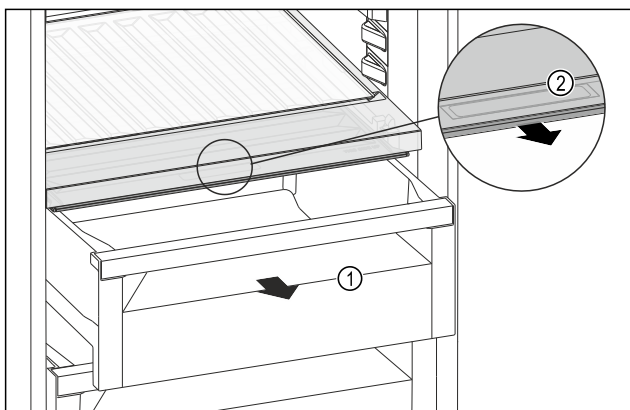

Fig. 127
- ▶ Húzza ki a fiókot Fig. 127 (1).
- ▶ Fogja meg a süllyesztett fogantyút Fig. 127 (2) a rekeszfedélen, és ezzel egy időben húzza előrefelé a rekeszfedelet.